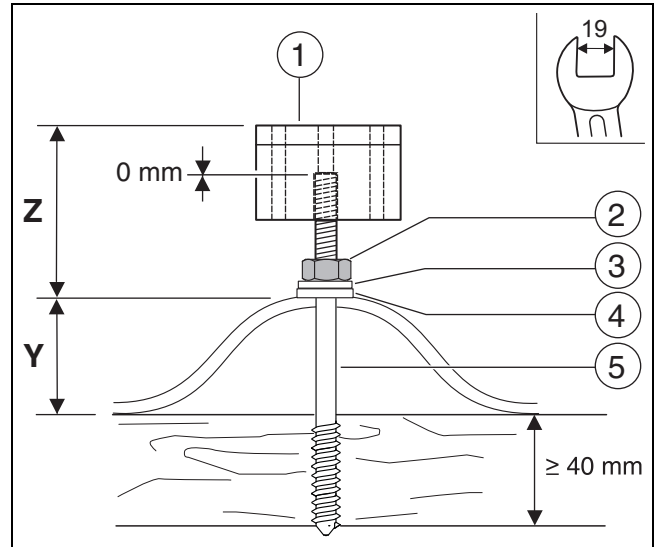

Рис. 37 Установленная шпилька с бобышкой
- ▶ Заверните гаечным ключом 19 мм предварительно собранную шпильку с бобышкой и гайкой до размера Z (→ таб. 12) (→ рис. 37).